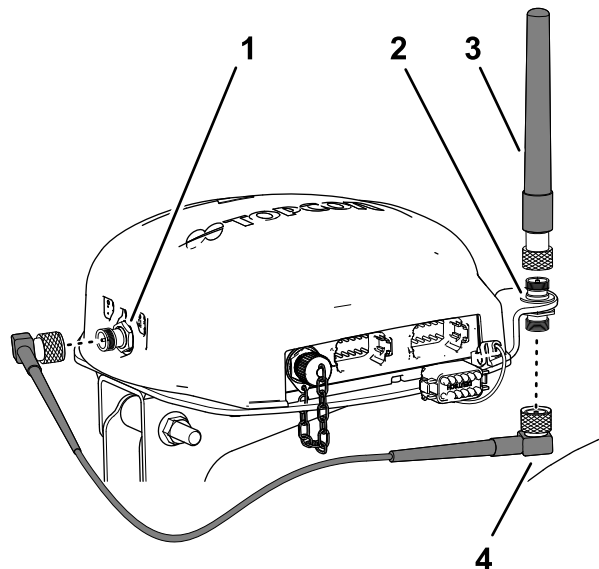

図 157
3. 同軸カップラの上側フィッティングに RTK アンテナを組み付け、アンテナに付いているナットを手締めする 図 157。
4. 同軸カップラの下側フィッティングにアンテナ線を仮留めする 図 157。
5. ケーブルを、ナビゲーション受信機の後ろを通して、CDMA または GSM 携帯電話用モデムの同軸コネクタまで導く 図 157。
6. アンテナ線を、同軸コネクタCDMA または GSM 携帯電話用モデムに接続する 図 157。